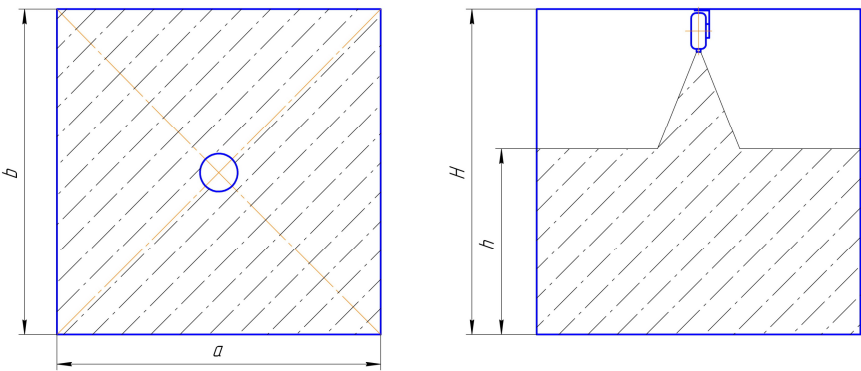

Рис. 1
2.2 Огнетушющая способность и конфигурации распыла порошка МПП «Ураган-3» в защищаемой зоне при тушении очагов пожара классов «А» и «В» на закрытой площадке приведена на рис. 1 и таблице 2.